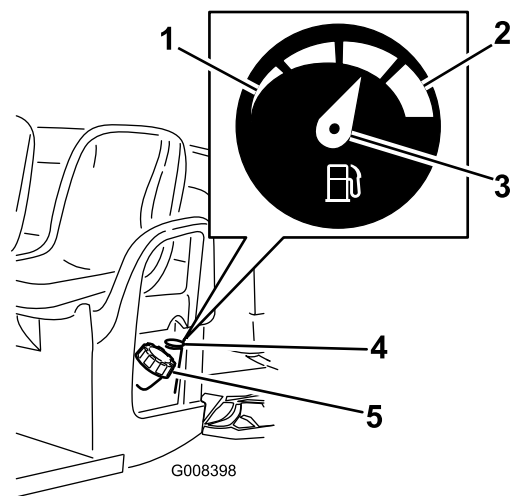

Рисунок 12
2. Очистите поверхность вокруг крышки топливного бака (Рисунок 12).